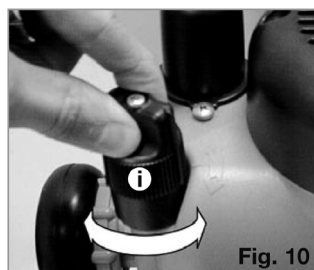

Fig. 10
2. Drej finindstillerknappen (i) i urets retning for at øge skæredybden og mod urets retning for at mindske skæredybden. **Fig. 10.** **Vigtigt:** når skæredybden skal mindskes drejes finindstilleren en ekstra omgang efter at den ønskede dybde er nået. Derefter drejes den tilbage til den ønskede indstilling. På den måde undgås eventuelt slør.